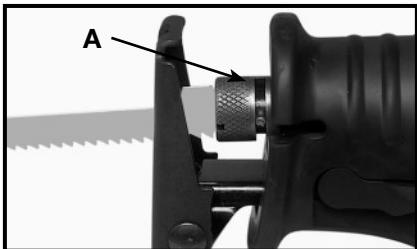

Fig. 4
1. L'arbre à mouvement alternatif doit être entièrement déployé pour donner accès au collier de dégagement de lame Quick-Change™ (A) Fig. 4. Au besoin, appuyez délicatement sur l'interrupteur à gâchette pour mettre l'arbre à mouvement alternatif à sa position la plus extérieure (comme illustré à la Fig. 4).
4. Insérez la lame dans le serre-lame jusqu'à ce qu'elle soit calée. Laissez le collier de dégagement tourner en sens horaire afin de bloquer la lame en place, (A) Fig. 4.